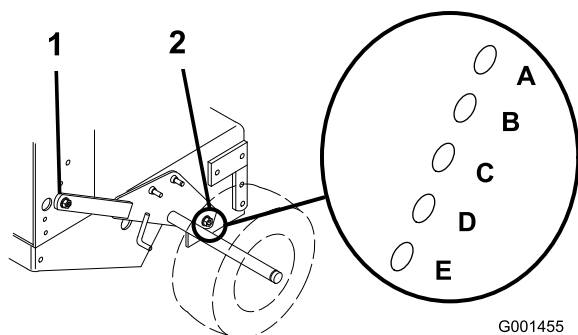

Figure 12
- Desserrez, sans les enlever, les 2 boulons de pivot et les 2 boulons de réglage de l'essieu (Figure 12).
- Placez un cric sous le bâti du moteur, au centre et à l'arrière. Soulevez l'arrière du bâti du moteur jusqu'à ce qu'il soit possible de déposer les 2 boulons de réglage de l'essieu avant (Figure 12).
- Levez ou abaissez le bâti du moteur à l'aide du cric de sorte à pouvoir insérer les 2 boulons de réglage de l'essieu avant dans les trous voulus (Figure 12).